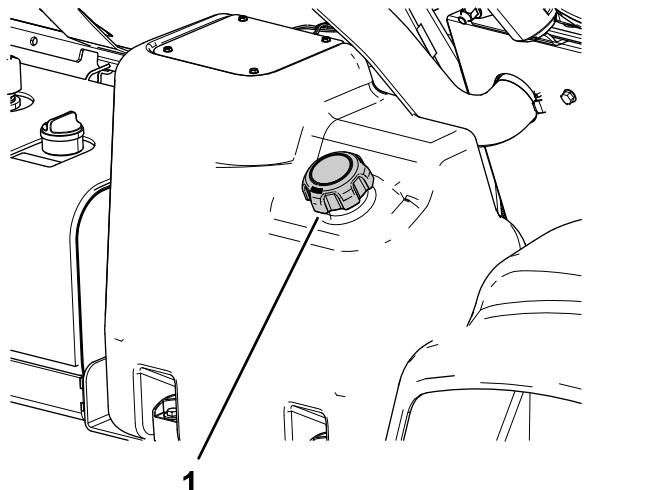

Bild 20
2. Reinigen Sie den Bereich um den Tankdeckel (**Bild 20**).